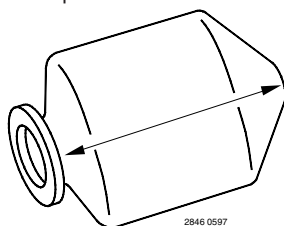

Figure 3 – Chasser l'air du diaphragme
- A. Mettre le diaphragme sur une surface propre, en orientant son ouverture d'un côté et en l'aplatissant pour chasser tout l'air. Bien aplatir les extrémités (voir la Figure 3).